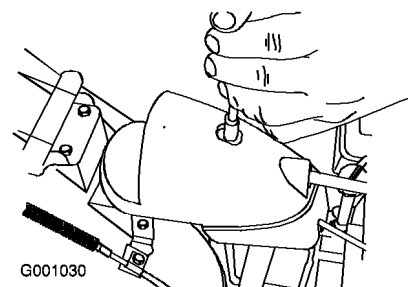

Figure 54
1. Retirez la fixation du couvercle du secteur denté (Figure 54), soulevez l'avant du couvercle et faites-le coulisser en arrière de façon à l'écarter.